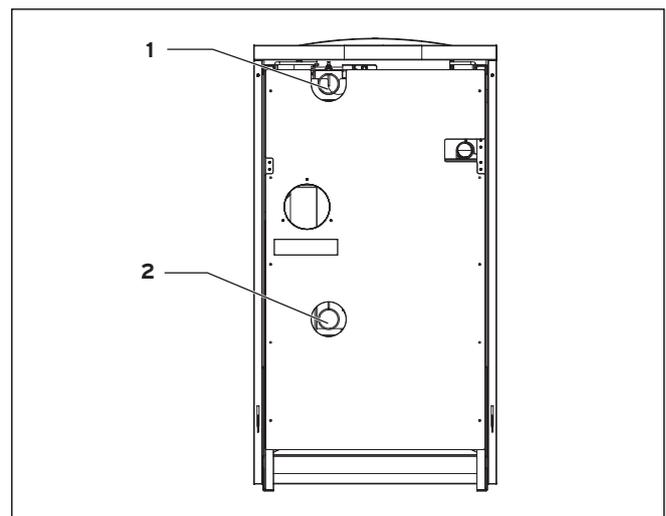

Abb. 5.4 Heizungsseitiger Anschluss (Rückseite des Gas-Brennwertkessels)
- Schließen Sie den Heizungsanlauf am Heizungsanlaufanschluss (**1**, Abb. 5.4) an.
- Schließen Sie den Heizungsrücklauf am Heizungsrücklaufanschluss (**2**, Abb. 5.4) an.